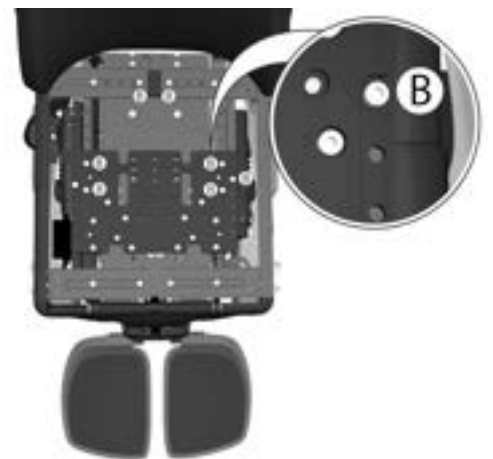

Abbildung 543. Die Position des hinteren Sitzrahmenabschnitts (Rückenlehnenposition) ist mit fünf Schrauben festgelegt. Sie sind mit dem Buchstaben B markiert.
7. Einstellung des hinteren Abschnitts des Sitzrahmens (Rückenlehnenposition): Entfernen Sie die sieben Schrauben, die mit (B) markiert sind und die den hinteren Abschnitt des Sitzrahmens halten, siehe Abb. 543.